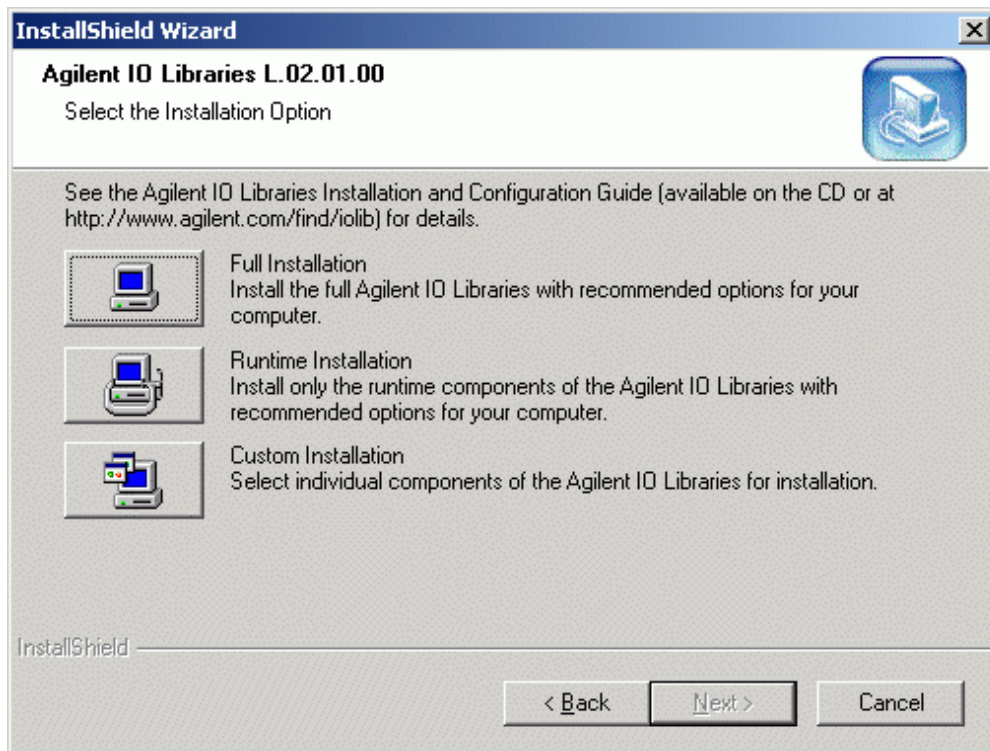

Figura 21 Opzioni di installazione
- 4 Scegliere un'opzione di installazione **Full Installation (Installazione completa)**, per installare sia le librerie SICL sia i componenti VISA. Il sistema passa alla finestra successiva e visualizza le impostazioni correnti (vedere la Figura 21).